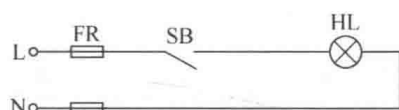

图 1-12 照明电路
1. 有一照明电路如图 1-12。L 表示相线, N 表示零线, FR 是熔断器, SB 是灯开关, HL 即照明灯具。现在遇到一个问题,就是开关合上了灯不亮,新入职的电工小张用验电笔去检测灯具的两个接线端子是否有电,结果发现两个接线端子都带电,但灯不